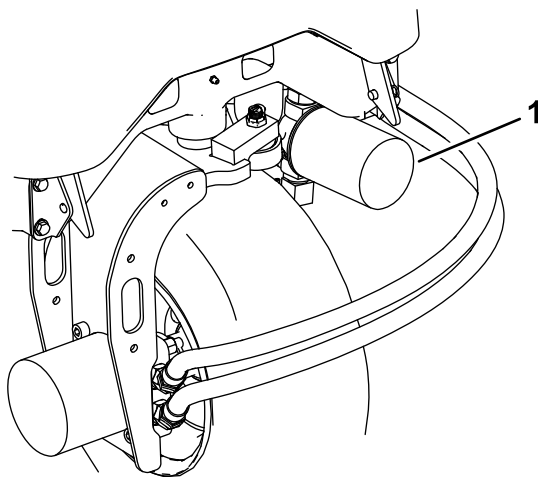
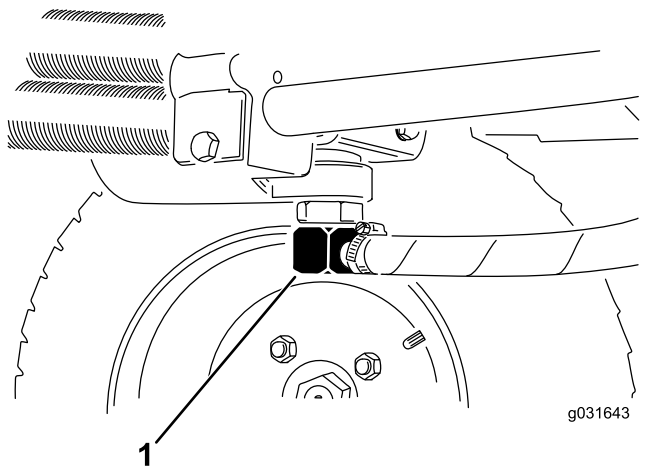

図 64
図 65
- フィルタ取り付け部付近をきれいに拭い、下に容器を置き、フィルタを外す **図 64**。
2. 油圧ラインの接続部または油圧フィルタを外し、流れ出すオイルを容器に受ける 図 64と図 65。
3. オイルが全部流れ出たらラインを元通りに接続する 図 65。